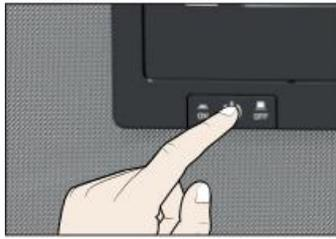

Figura 4. Interruptor principal de la incubadora Memmert UN75 PLUS.
2. Conmute el interruptor principal que se encuentra en la parte superior izquierda de la incubadora (**Figura 4**).